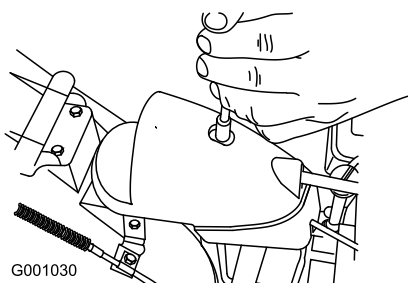

Figure 58
1. Retirez la fixation du couvercle du secteur denté (Figure 58), soulevez l'avant du couvercle et faites-le coulisser en arrière de façon à l'écarter.